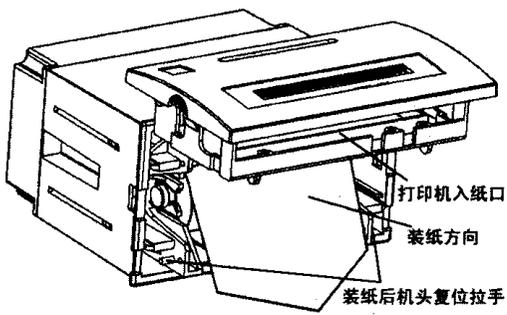

图 1-3
- ④将新纸卷套在纸卷轴上，并轻轻推入纸仓中的纸卷轴卡槽中，一定要确认纸卷轴已安装牢固，如图 1-3；
- ⑥接通打印机的电源，按 SEL（左）（绿灯）键使 SEL 指示灯灭，然后再按 LF（右）（红灯）键使机头转动。这时用手将纸头送入机头进纸口处，如图 1-3，纸便会徐徐进入机头，直到从机头正前方露出为止，露出应有一定长度。再按一下 LF 键或 SEL 键，或关上电源。盖好打印机的前盖板，将打印机的头从前盖板的出纸口中穿出；